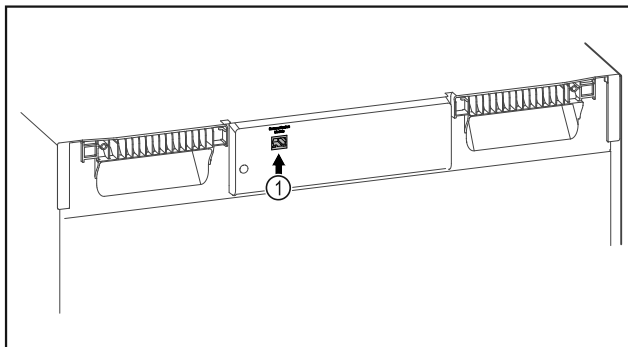

Fig. 87
- SmartModule Fig. 87 (1) ist eingesetzt.